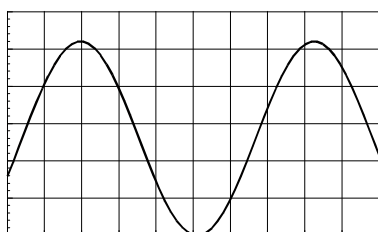

Рис. 3. Осциллограмма напряжения
**Пример.** На рис.3 приведена осциллограмма напряжения на экране осциллографа. Переключатель "Вольт/деление" на осциллографе находится в положении "0,2 В", переключатель "Время/деление" - в положении "0,2 мс". Необходимо найти амплитуду и период колебаний.